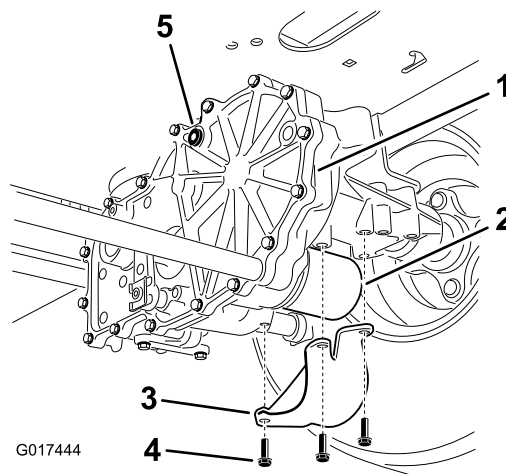

Figura 70
4. Localice el filtro y los protectores de cada sistema de tracción del transeje (Figura 70).
5. Retire los 3 tornillos que sujetan el protector del filtro, y retire el protector (Figura 70).